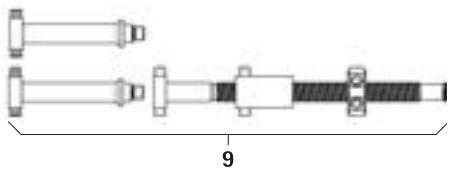

Afb. 8
- Monteer het staaf-inzetinstrument 8, zie Afb. 8.